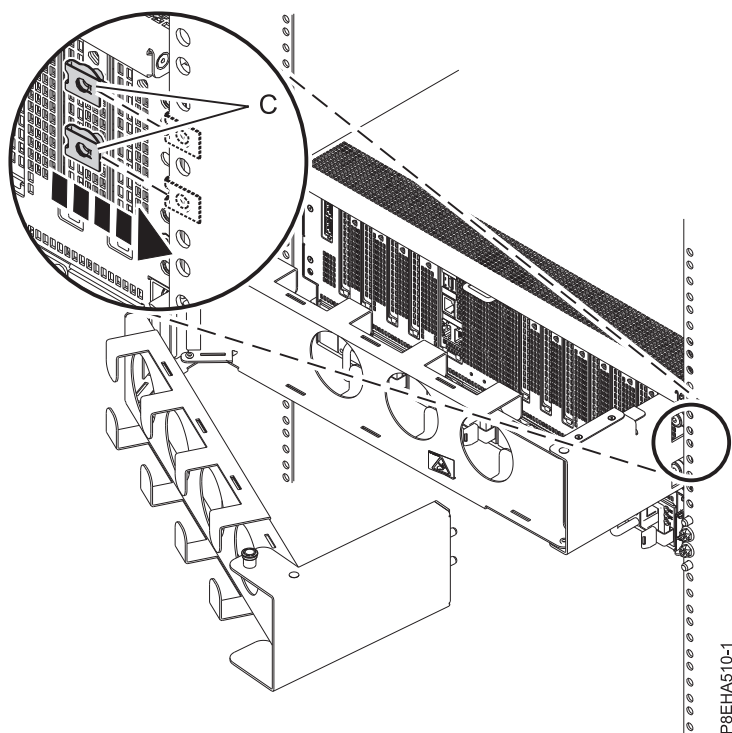

Figura 19. Conectando as presilhas de encaixe ao trilho do rack
2. Arraste a gaveta do sistema para frente, para que você possa acessar o quadro. Conecte as duas presilhas de encaixe (C) ao trilho do rack no local em que a placa externa será conectada ao trilho, conforme mostrado em Figura 19.